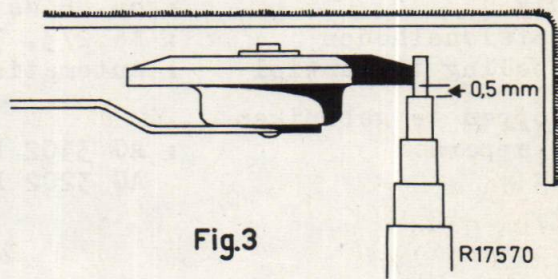

Fig.3
7. Het tussenwiel moet loodrecht t.o.v. poelie en draaitafel staan en moet in elke stand minimaal 0,5 mm vrij liggen van de aangrenzende poelietrappen (zie fig. 3).